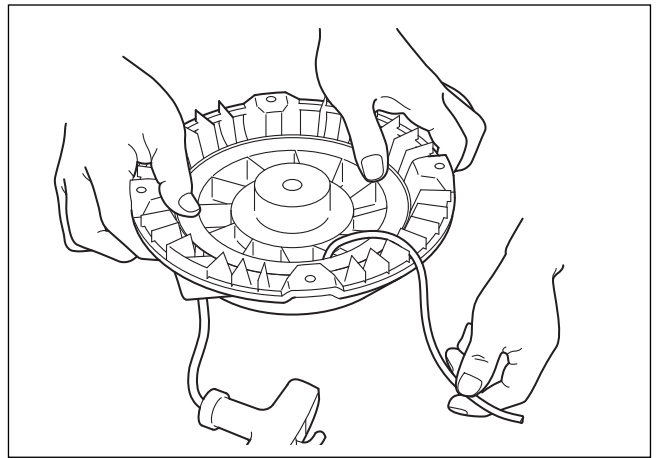

図 14-1
- 3 巻き込まれないように両手の親指でリールを確実に押さえてください。(図14-1)